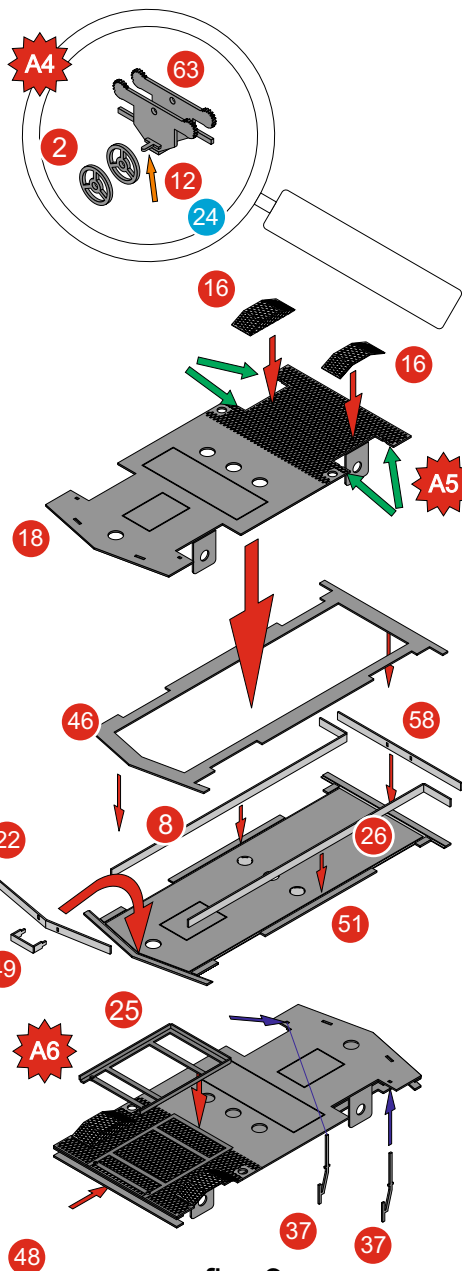

fig. 9
12) Piegare le parti n°8,22,26,58 al fine di ottenere un bordo da inserire nella parte n°51. Chiudere con il pezzo n°46 e bloccare il tutto con delle saldature nella parte interna. Posizionare e saldare il pezzo 49 nei due fori anteriori. Inserire quindi il gruppo appena ottenuto con il gruppo A5 come in fig. 9. Inserire infine i due cacciapietre n° 37 nei fori indicati dalle frecce blu.
13) Piegare e saldare la barra posteriore pezzo n° 49 ed il supporto n° 25 come mostrato in fig. 9. Il pezzo così ottenuto prende il nome A6 ed è pronto per la verniciatura di colore nero, La parte 49 andra mascherata per poi essere verniciata in rosso.